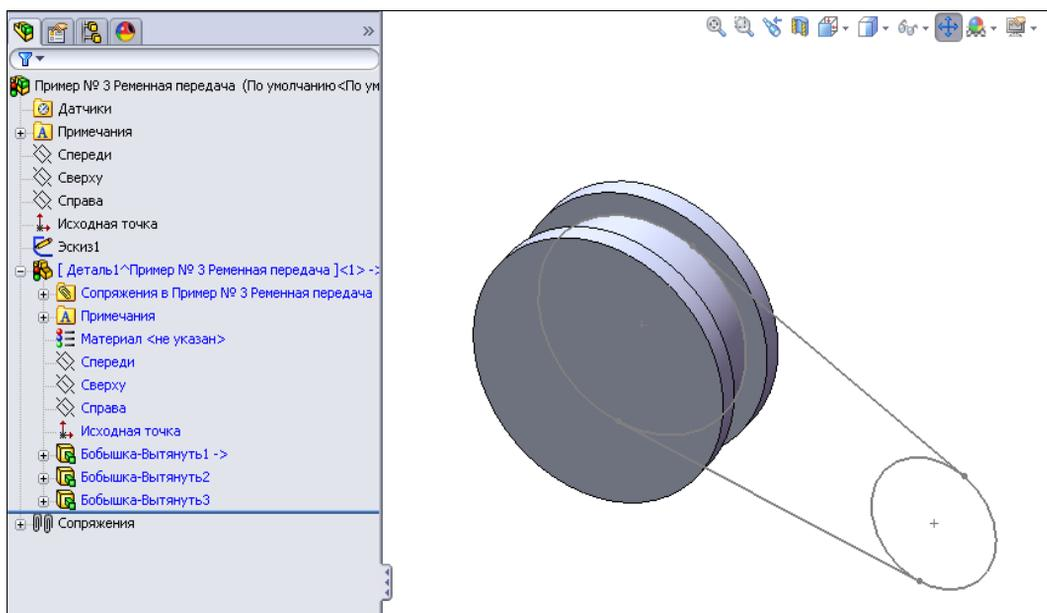

Рис. 6.70
- Таким же образом построим второй бурт шкива (рис. 6.70).